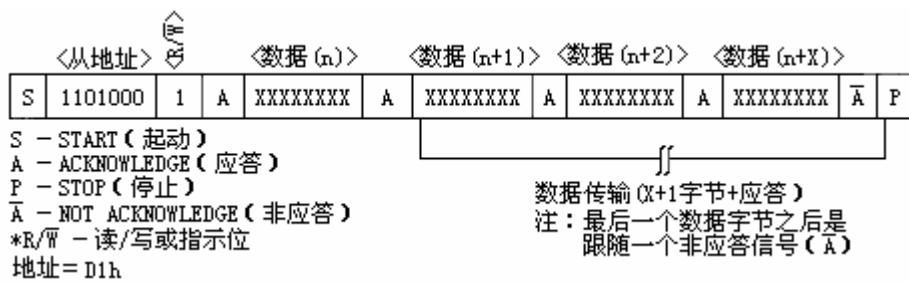

图 7 数据读—从器件发送模式
2、从发送器模式（读 DS1307 模式）：对第一个字节的接收和处理，同从接收器模式一样。然而在这种模式中，指示位将指示传输地址是无效的。当 SCL 上有串行时钟输入时，串行数据通过 DS1307 在 SDA 上传输，START（起动）条件和 STOP（停止）条件用于识别串行传输的始末端（见图 7）。在由主器件产生的 START（起动）条件后，DS1307 接收到的第一个字节为器件地址，包含一个 7 位的 DS1307 地址：1101000，跟随在指示位（R/~W）之后（此时为读操作，该位为 1）。在接收并译出地址信息后，DS1307 将在 SDA 线上输入一个应答。然后，DS1307 将开始传送以寄存器指针所指定的寄存器地址为起始的数据。如果在读模式初始化前没有写入寄存器指针，则读出的第一个地址是存储在寄存器指针中的最后一个。当要终止读操作时，DS1307 必须接收一个“不应答”。